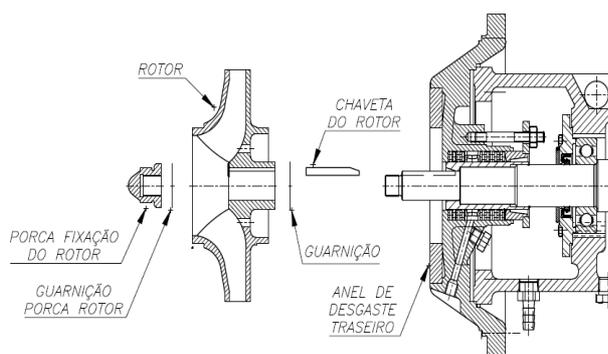

Fig. 14: Remoção do rotor
- Retirar o meio-acoplamento e sua sua chave. (fig. 14, 15 e 16).